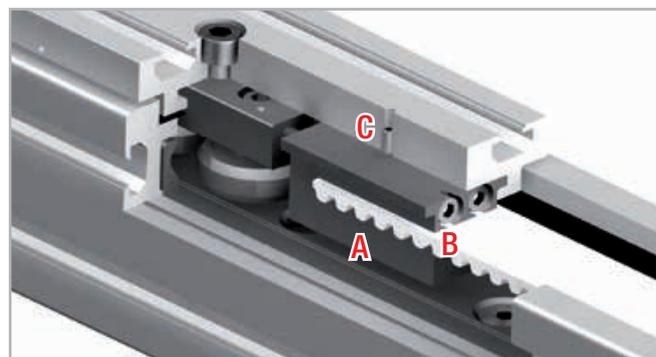

Fig. 51
1. Allentare le viti di sicurezza C (in alto sul cursore) dell'unità di tensionamento della cinghia A (vedi fig. 51).